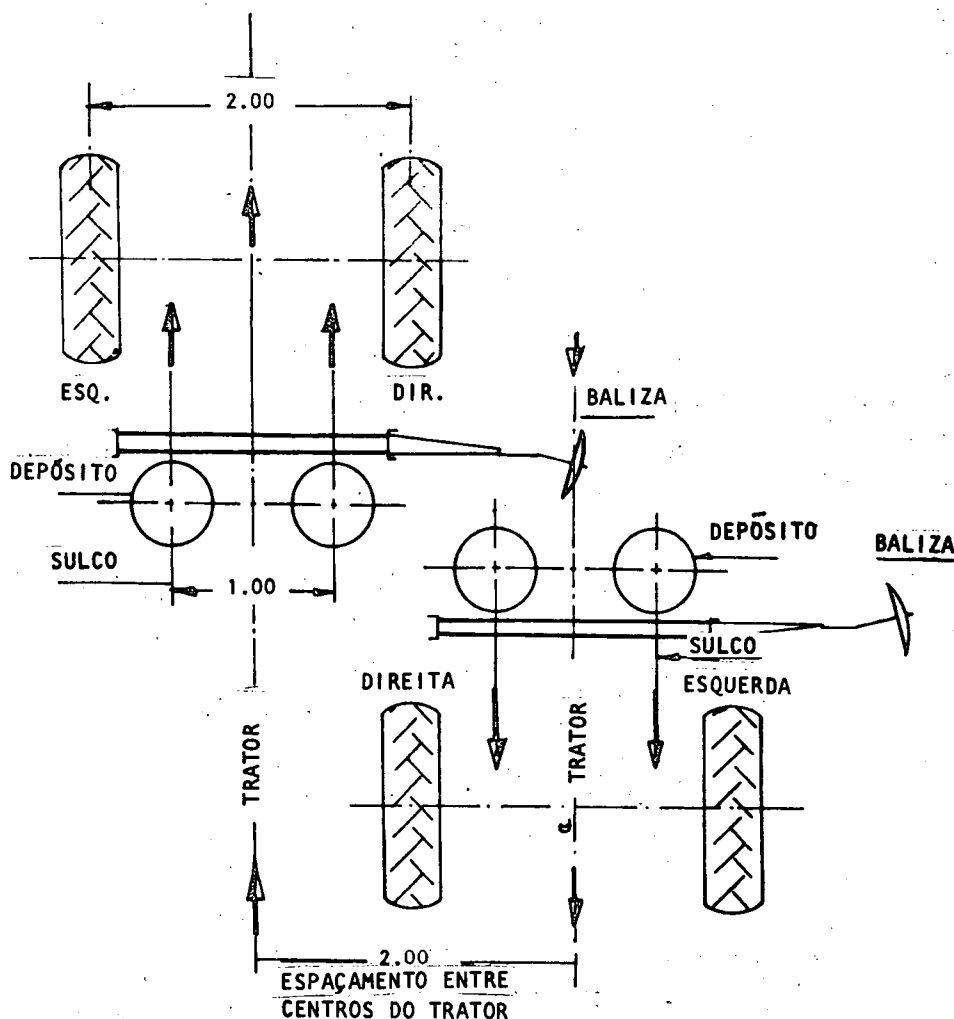

Fig. 4
- Igual a 2 vezes a distância entre sulcos (fig. 4), quando se toma o centro do trator como ponto de referência.